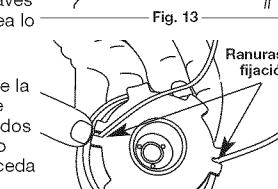

Fig. 13
7. Bobine las líneas en capas parejas y ajustadas sobre el carrete (Fig. 13). Bobine la línea en la dirección indicada en el carrete interior. Coloque su dedo índice entre las dos líneas para evitar que se superpongan. No superponga los extremos de la línea. Proceda al paso 12.